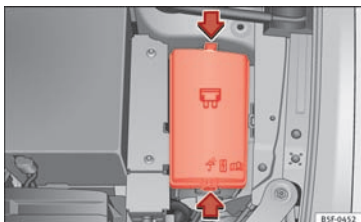

Fig. 102 I motorrummet: afdækning på sikringsboks
- Tryk på låsetapperne for at frigøre afdækningen til sikringsboksen » **Fig. 102.**